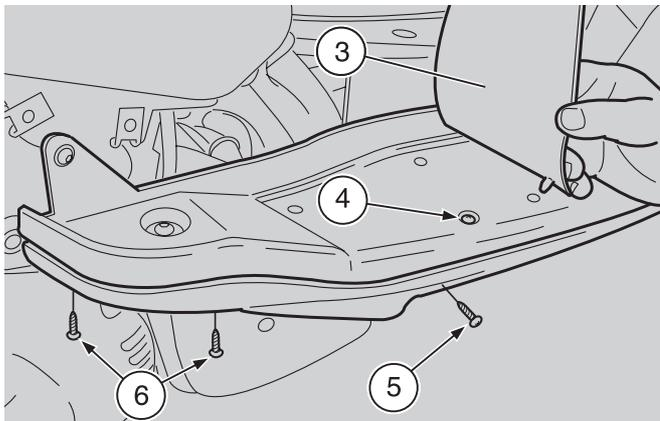

Abb. 32
- ◆ Schrauben (12-13-Abb. 32) herausdrehen.
**Anziehdrehmoment Schrauben (12-13-Abb. 32):
- ◆ Die zwei Befestigungsschrauben (14-15-Abb. 32) des Schalldämpfers am Motor herausdrehen und die zwei Buchsen der oberen Schraube (15-Abb. 32) auffangen.
**Anziehdrehmoment Schrauben (14-15-Abb. 32):